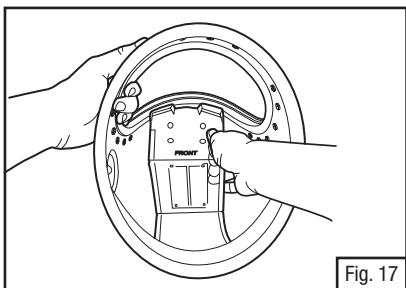

Fig. 17
3. Plier l'avant du déflecteur de manière à replier les deux languettes en plastique sous le joint d'étanchéité. Vérifier à nouveau l'alignement et régler au besoin. Pousser en place (Fig. 17).